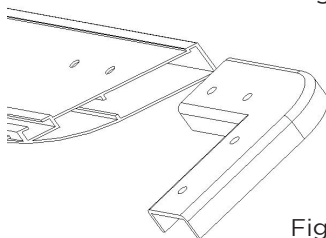

Fig. 4
4. Insérez un angle métallique (E) par extrémité dans les barres horizontales de cadre (A) (fig. 4).